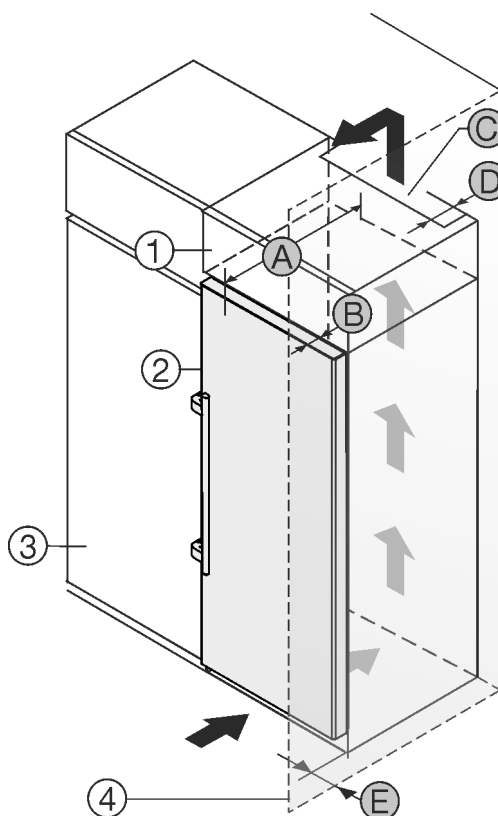

Fig. 1
Můžete přístroj nainstalovat přímo vedle kuchyňské skřínky Fig. 1 (3).
Na zadní straně nastavné skříňky musí být větrací šachta hluboká Fig. 1 (D) přes celou šířku nastavné skříňky.
Pod stropem místnosti musí být dodržen ventilační průřez Fig. 1 (C).
Když přístroj instalujete závěsy vedle stěny Fig. 1 (4), musí být vzdálenost mezi přístrojem a stěnou minimálně 57 mm. To odpovídá přesahu madla při otevřených dveřích.
Aby bylo možné dvířka plně otevřít, musí přístroj přesahovat o hloubku dvířek Fig. 1 (B) vůči přední linii kuchyňské skříňky. V závislosti na hloubce kuchyňských skříněk Fig. 1 (3) a použití vymezovačů odstupu od stěny může přístroj vyčnívat dále.